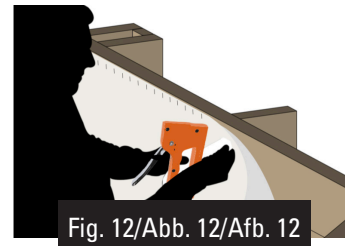

Fig. 12/Abb. 12/Afb. 12
- Positionner les agrafes tous les 20 cm (figure 12)
- Setzen Sie alle 20 cm eine Heftklammer (Abb. 12).